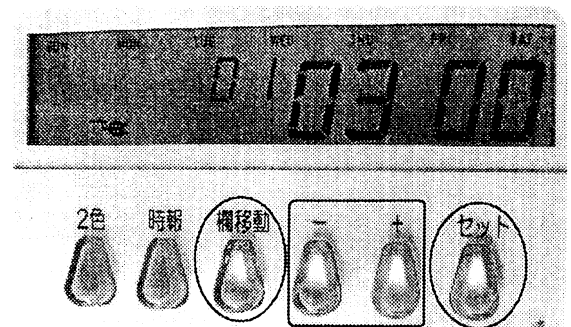

図 10 : 欄移動設定画面
③ 欄移動ボタンを押す (図 10 参照) 液晶真ん中の上部分に小さい 01 ステップNo. が点滅します。(【画面 7】参照)